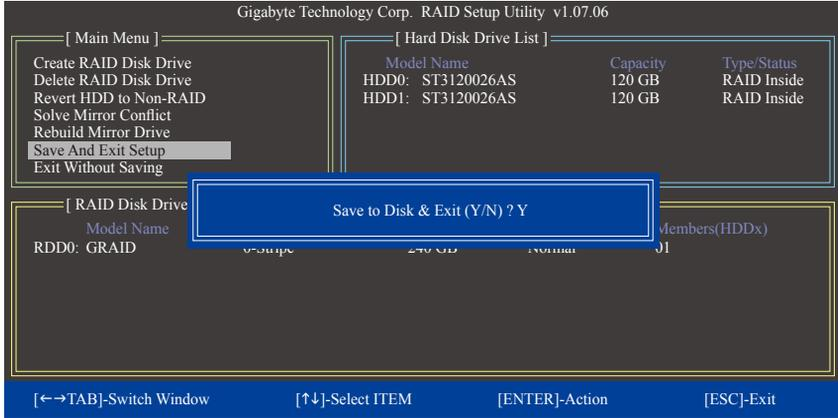

图10
7. 储存设定并离开(Save And Exit Setup): 设定好磁盘阵列要离开RAID设定程序前, 请务必在主画面选择「Save And Exit Setup」。确定离开请按<Y>, 取消请按<N>(图10)。